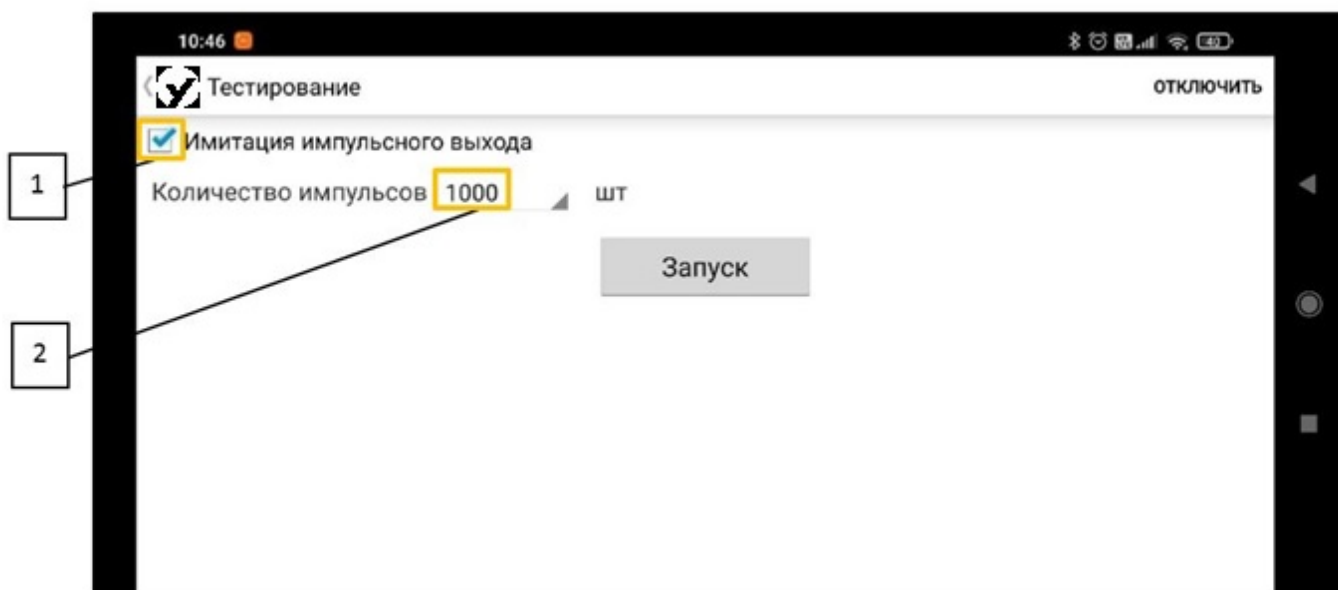

Рисунок 73 – Окно «Настройки»: вкладка «Тестирование»
- нажать кнопку «Запуск» (рисунок 73).